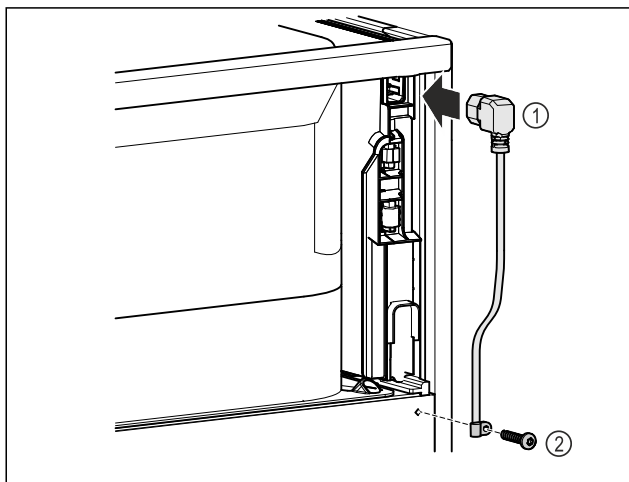

Fig. 9
- ▶ Inserire la presa del frigorifero del cavo di alimentazione Fig. 9 (1) sul retro dell'apparecchiatura.
- ▶ Montare il serracavo Fig. 9 (2)